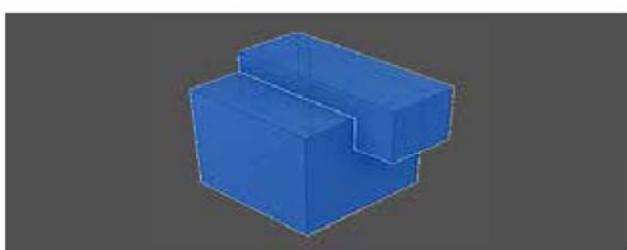

图 2-73
(8) **合并:** 在实体之间执行布尔运算。选择目标实体，然后选择一个或多个工具实体以在目标上执行并集、差集和交集运算，如图 2-73 所示。